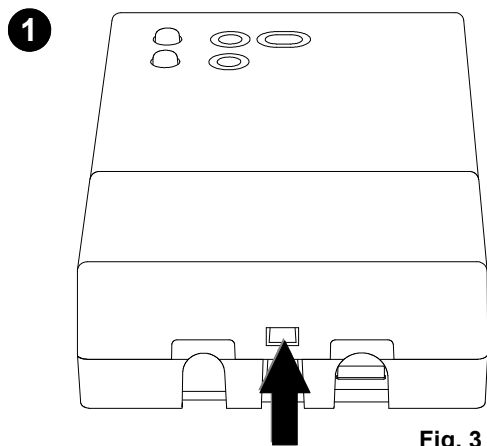

Fig. 3
Pour appuyer sur la touche de reset sans ouvrir le boîtier de l'interface, introduire la pointe d'un tournevis dans la fente en face de la touche, indiquée en G de Fig. 3.
- 1 Avec un tournevis, pousser la languette en plastique située dans l'interstice en bas et soulever légèrement le couvercle câbles. (Fig. 3).